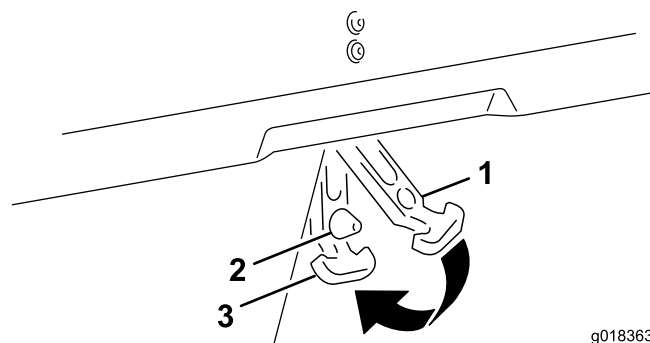

図 19
6. フードラッチについている穴を、フード押さえ棒に合わせる 図 19。
7. フードラッチを前に押し、フードロッドの端部をラッチに完全に通す 図 19。